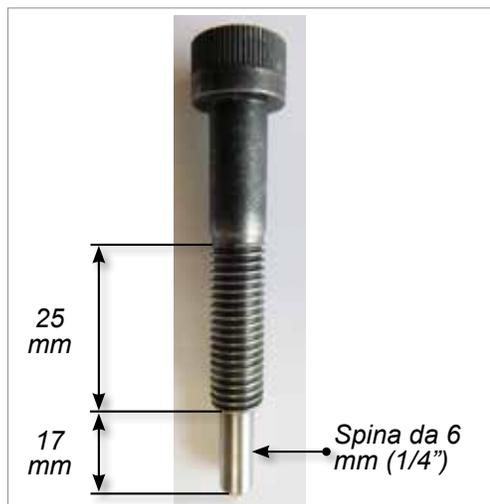

Figura 19-7 Jackbolt M10-1,5 (SHCSM10X50-A)
- Jackbolt M10-1,5 (SHCSM10X50-A) — vedere Figura 19-7